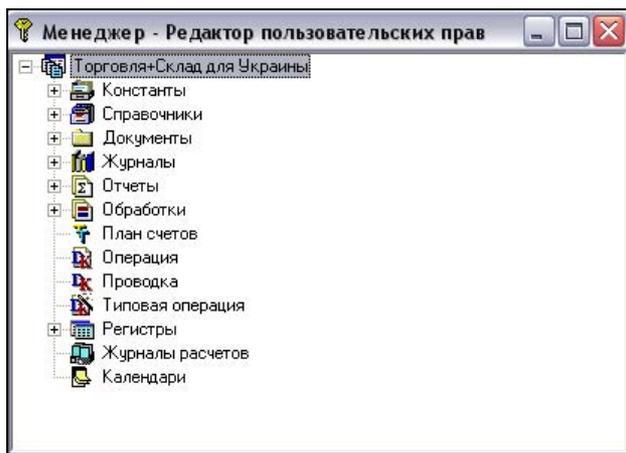

Рис. 5.67. Окно редактора пользовательских прав
16. Пользователю **Иванов** мы назначили права менеджера. Двойным щелчком по записи **Менеджер** мы можем перейти к окну редактирования этого набора прав (рис. 5.67).
6. Теперь новый набор прав можно отредактировать, сделав двойной щелчок на названии, после чего увидим дерево метаданных, похожее на показанный ранее рис. 5.67.